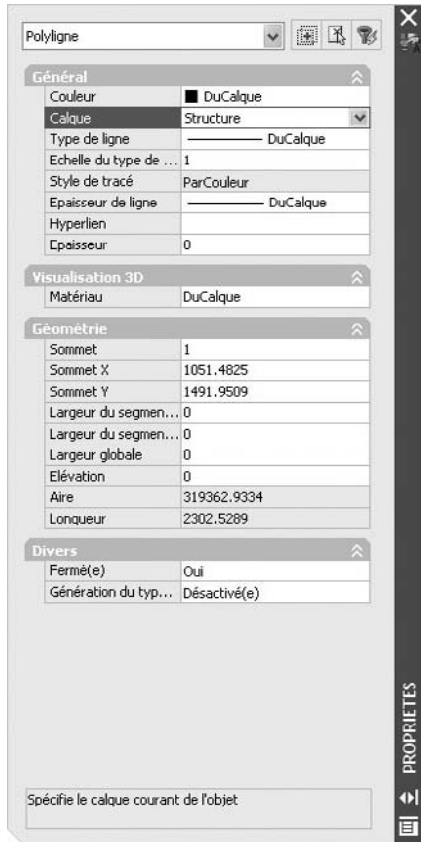

Fig.2.5
- 3 Dans la boîte de dialogue **Propriétés** (Properties), cliquez sur le champ **Calque** (Layer) et sélectionnez le nouveau calque dans la liste déroulante (fig.2.5).